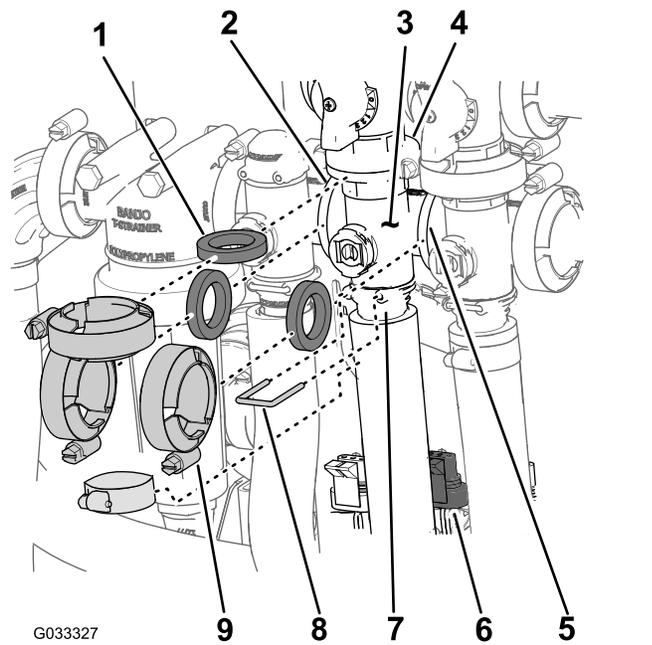

Figura 70
- Retire las abrazaderas y las juntas que sujetan el distribuidor de la válvula de agitación (Figura 70) a la válvula de desvío de agitación, la válvula de control de caudal, la válvula maestra y el acoplamiento del adaptador (válvula de control de agitación).
- Retire la horquilla de retención que sujeta el conector de salida al distribuidor de la válvula de agitación (Figura 70).